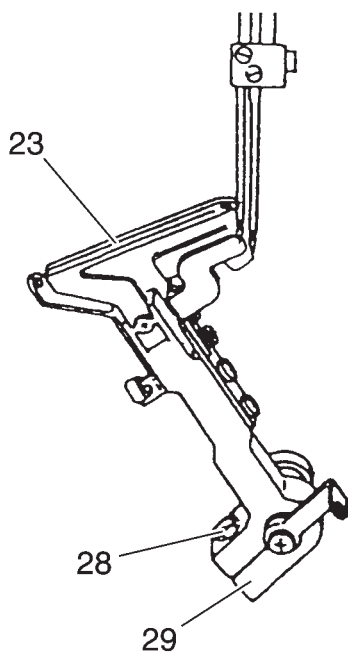

Рис. 16
- Ослабьте крепежный винт 28 рычага петлителя (рис. 16).